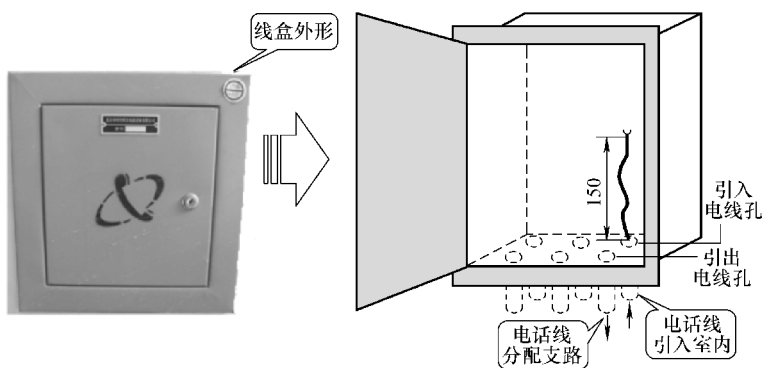

图 6-24 常见的入户线盒
1) 电话线经过入户线盒引进室内，由于室内线盒内部的电线、电缆全部是弱电，因此入户线盒有塑料材质和金属材质的，如图 6-24 所示为常见的入户线盒。